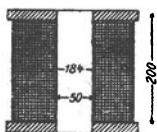

Fig. 3.
38. Eine Spule (Fig. 3) hat einen inneren Durchmesser von 50 mm, einen äußeren von 184 mm. Sie ist mit einem 2 [1,5] (0,5) mm dicken Kupferdraht (ohne Isolation gemessen) bewickelt, dessen Widerstand 4,35 [15,8] (855) Ω beträgt.